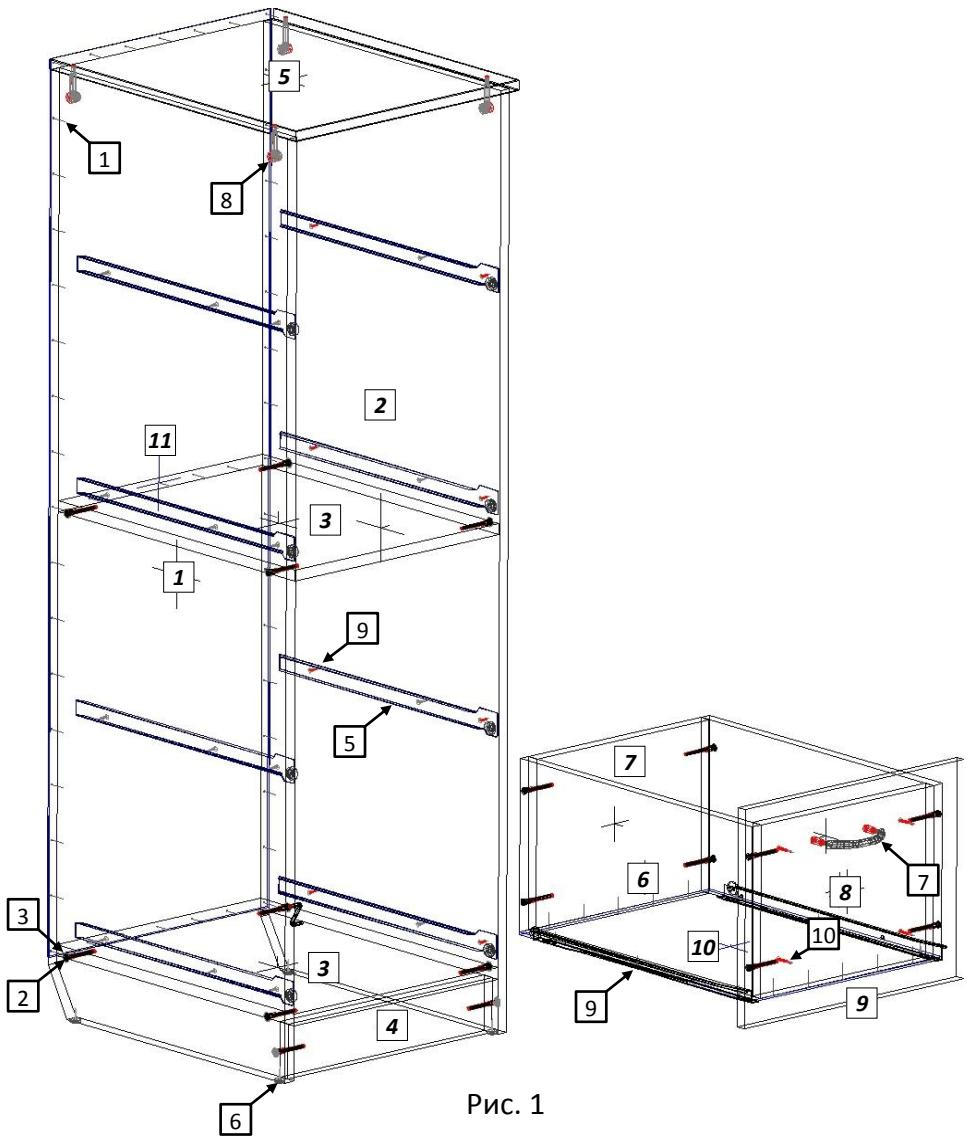

Рис. 1
4.1 Внимательно ознакомьтесь со схемой сборки, изображённой на рис. 1, сверяясь с комплектовочной ведомостью на изделие. Согласно позициям на схеме и комплектовочной ведомости определите расположение деталей в изделии и порядок их сборки. Сборка производится на ровном полу, укрытом материалом, предотвращающим повреждение покрытия пола и деталей мебели. Подготовьте необходимые для сборки инструменты – плоскую и крестовую отвёртки, молоток, рулетку или линейку.
4.3 Евровинтами (2), как показано на рис. 1, соедините вертик. ст. [1,2] с горизонтальными стенками [3] и цоколем [4]. Установите крышку. Затяжка соединения производится путём поворота эксцентриков до упора в направлении стрелки, выштампованной на корпусе стяжки. Гвоздями (1) закрепите заднюю стенку ДВПО [11].